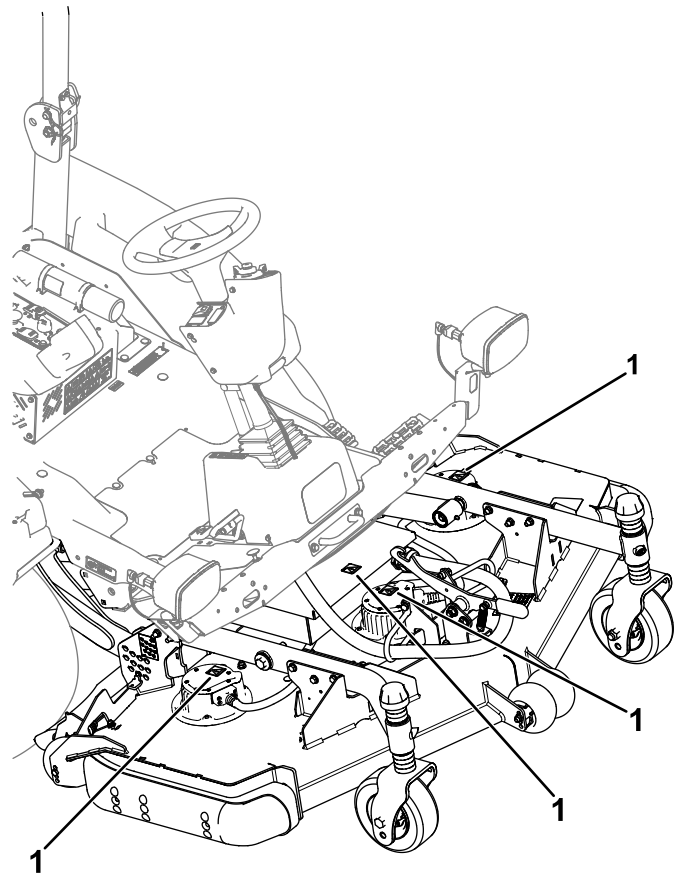

Figure 39
- Moteurs d'unité de coupe (Figure 39)
- Couvercle du contrôleur de l'unité de coupe (Figure 39)